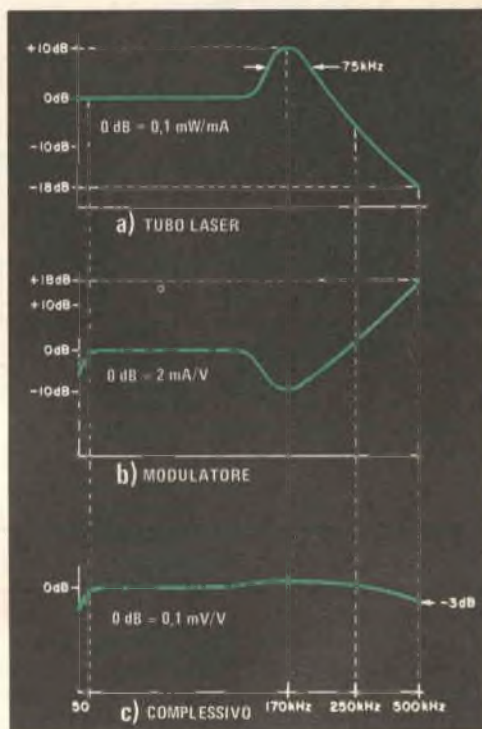

Fig. 4 - Le curve di responso del tubo laser (a) e del modulatore (b) si combinano per conferire al sistema un responso complessivo piatto (c).
*Fig. 4 - Configurazioni di reti di adattamento. Queste si regolano per presentare al trasmettitore un'impedenza di 50  $\Omega$ . Un disadattamento può ancora apparire sull'antenna in rapporto con il punto in cui è inserita la rete di adattamento.*
Nella *fig. 4* sono riportate due configurazioni per reti di adattamento. In a) si vede una rete di adattamento installata all'estremità d'antenna di un pezzo di linea di trasmissione da  $50 \Omega$ . Un'antenna risonante da  $100 \Omega$  è stata collegata direttamente all'uscita della rete di adattamento. Se si regola la rete di adattamento in modo da ridurre l'impedenza di  $100 \Omega$  a  $50 \Omega$ , il ponte SWR indicherà un rapporto di 1 : 1. Questa indicazione è vera perché l'impedenza d'uscita del trasmettitore, l'impedenza caratteristica della linea e l'impedenza trasformata dell'antenna sono tutte di  $50 \Omega$ . Non ci sono onde stazionarie sulla linea.
Nella fig. 4-a si vede il responso in frequenza del solo tubo laser. Il forte picco a 170 kHz causerebbe gravi sovraoscillazioni sui rapidi bordi degli impulsi di sincronismo TV o su qualsiasi brusco transiente da bianco a nero. Inoltre, la larghezza di banda di -3 dB è solo di 250 kHz con una corrispondente scarsa risoluzione d'immagine.
Perciò, per spianare il responso in frequenza e per estenderlo oltre i 500 kHz, nel modulatore sono combinati circuiti di esaltazione e trappole, onde ottenere il responso compensato riportato nella fig. 4-b.